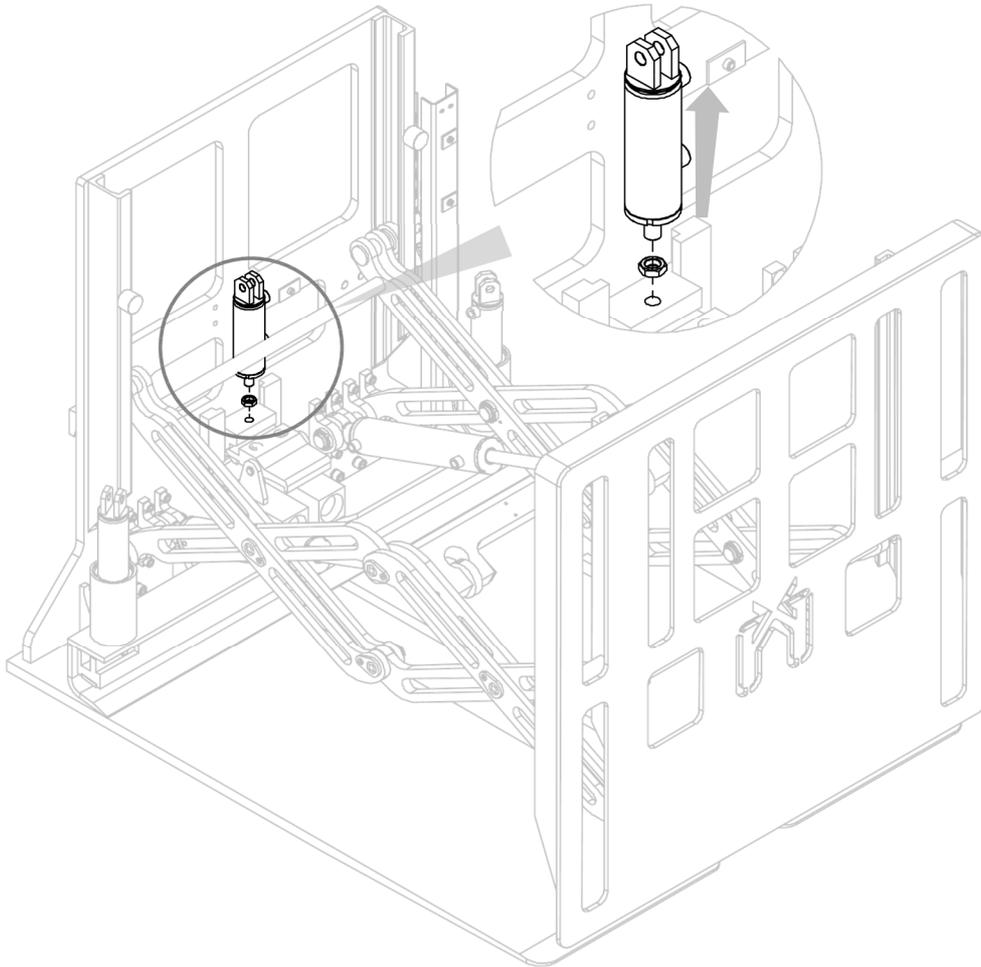

Figure 31
4. Retirer le vérin après avoir dévissé la tige de son crochet (voir *Figure 31*).